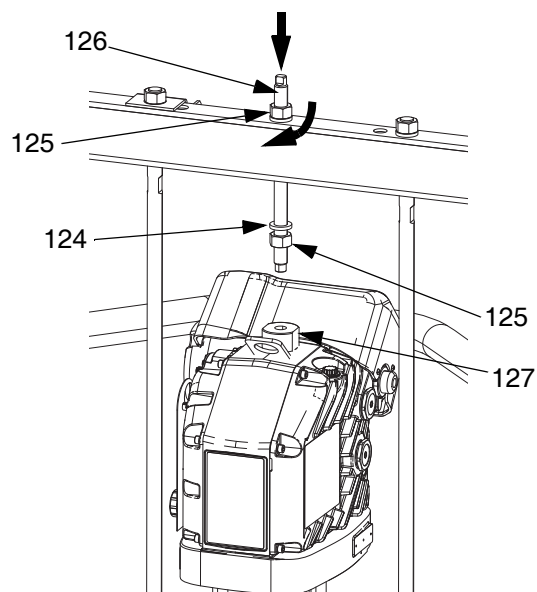

ABB. 42
1. Geeignetes Hebezeug verwenden, Verbindungsstangen in die Unterpumpe (AC) einführen und Antrieb (AB) an Pumpe (AC) befestigen.
- b. Gewindestange (126) durch Loch in der Mitte des Querbalkens führen. An Gewindestange (126) über und unter dem Querbalken Sicherungsscheiben (124) und Muttern (125) anbringen. Hebering-Adapter (127) mit Schraubenschlüssel fixieren und mit einem anderen Schraubenschlüssel Gewindestange (106) im Hebering-Adapter (127) festziehen. Siehe ABB. 42.
- c. Mutter (125) unter Querbalken mit einem Anzugsmoment von maximal 34 N•m (25 ft•lb) festziehen.
- d. Mutter (125) über Querbalken festziehen, um Antrieb (AB) zu fixieren.